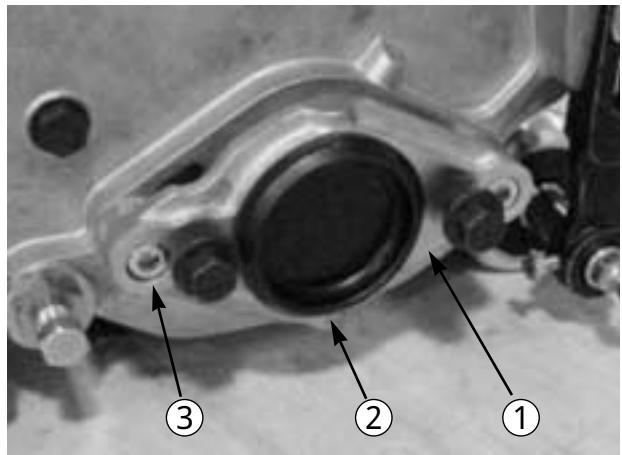

図 6
B. カッティングユニット右側のペアリング・ハウジングからプラスチック製のふた（図 6）を取り外す。